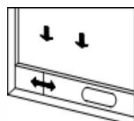

Fig. 2
1) Ouvrez la fenêtre à moitié, puis fixez l'ensemble de la plaque d'étanchéité de fenêtre sur la fenêtre (comme illustré sur les figures 2 et 3) ; cet ensemble peut être orienté horizontalement ou verticalement.